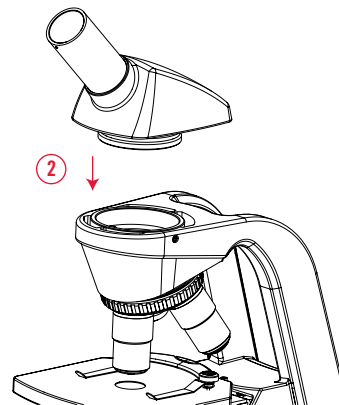

Abb. 5b
- Setzen Sie den neuen Tubus senkrecht in den oberen Teil des Mikroskops ein. (Abb. 5b)